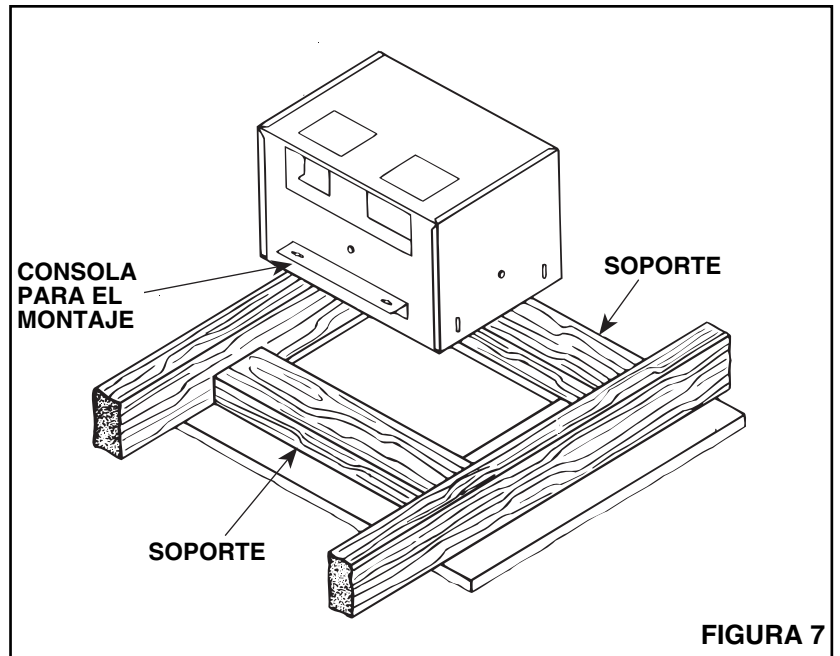

FIGURA 7
3. Refiérase a la **Figura 7.** En el ático o en el sótano de pequeña altura, marque el techo para el recorte utilizando la caja como plantilla. Recorte las dimensiones $10\frac{3}{16}$ " x $14\frac{3}{8}$ ". El lado corto ($10\frac{3}{16}$ " o el recorte debe estar junto a la vigueta de techo.
5. Refiérase a la **Figura 7.** Instale los soportes entre las viguetas utilizando clavos o tornillos dejando $10\frac{3}{16}$ " entre ellos.
6. Refiérase a la **Figura 7.** Las consolas para el montaje deben montarse en los lados largos del alojamiento.